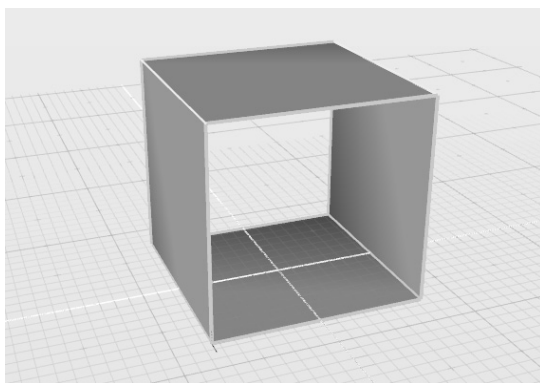

图 6-26 为两条边线创建桥体
- 4) 在控制面板中，单击“创建桥体”按钮，获得结果如图 6-26 所示。